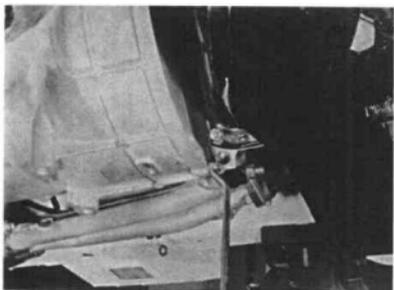

图 10-6
(10) 拆下传动轴并断开暖风管夹子在变速器壳体上的安装。
(11) 从变速器壳体上拆下离合器轴承座下护板(图 10-6)。